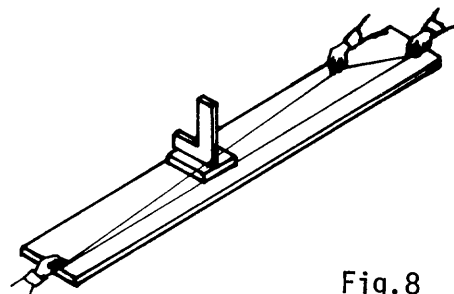

Fig.8
- ___ b Levante la cuerda en el plano perpendicular a la chapa controlando con una escuadra de talón y suelte para que marque el trazo. (fig. 8).